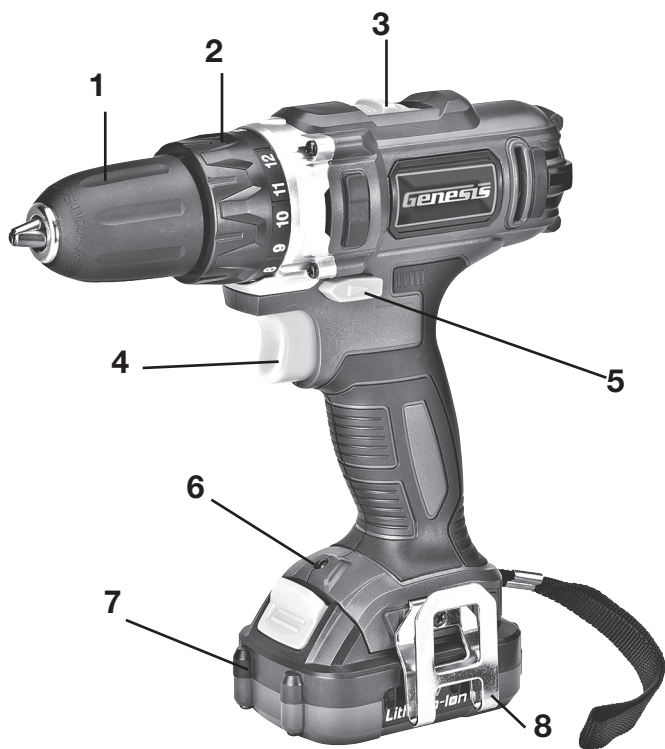

FIG 1
- Encienda el taladro presionando el gatillo-interruptor (4-FIG 1).
La herramienta tiene una luz LED (6-FIG 1) para iluminar el área de trabajo, que se enciende automáticamente cuando arranca la herramienta.